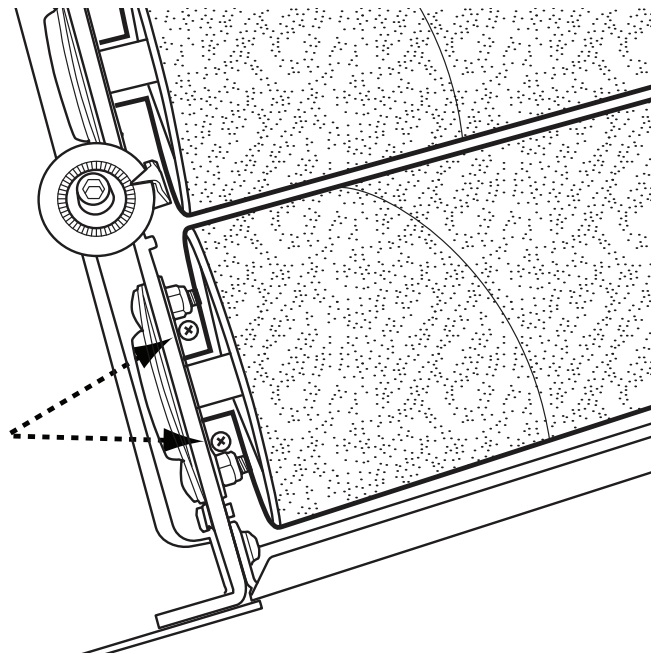

FIG.12
2. Localisez les vis de réglage de la pression des rouleaux comme indiqué à la Fig. 12.